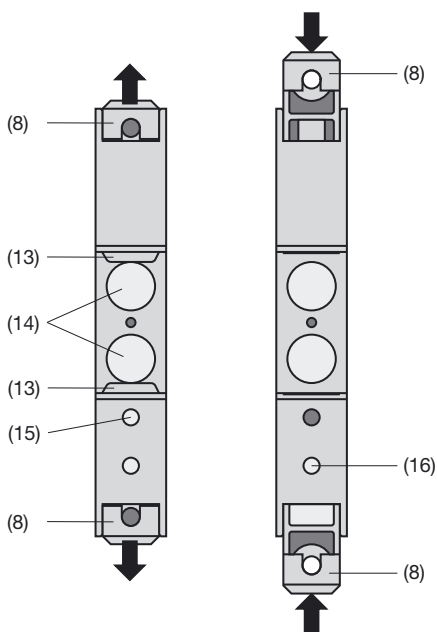

Bild 7. Geräteboden.
- (8) Befestigungslaschen
- (13) Schnappverschlüsse
- (14) Gummipuffer
- (15) Entriegelung zum Herausziehen der Befestigungslaschen
- (16) Entriegelung zum Hineinschieben der Befestigungslaschen
Sodann die Befestigungslaschen (8) des Trennschaltverstärkers herausziehen (Bild 7, links). Dabei die Entriegelung (15) in den Geräteboden drücken.
Sollen die Befestigungslaschen wieder zurückgeschoben werden, dann muss man die Entriegelung (16) und die Befestigungslaschen (8) gleichzeitig in den Geräteboden drücken (siehe Bild 7, rechts).